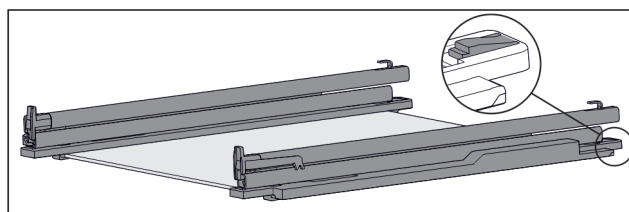

Fig. 155 Pllaka e xhamit me shinat dhe pjesët mbajtëse
- Shtypni për poshtë pjesën mbajtëse në pjesën prapa (shihni Fig. 155) dhe në të njëjtën kohë shtyni shinën për nga pas.